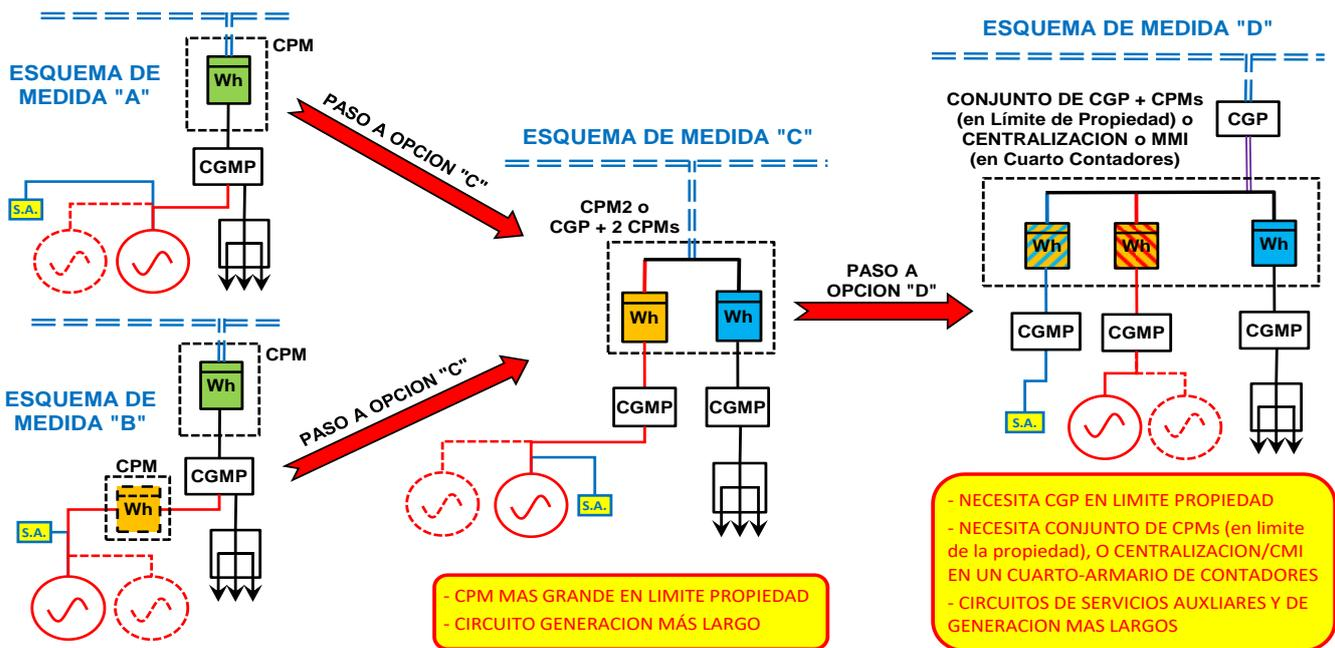

Figura 1. Implicaciones de optar por esquemas de medida C o D.
- En autoconsumos BT cuya proximidad sea total o parcialmente en “Red Interior” los esquemas de medida C y D son “opcionales”, exclusivamente a criterio del titular de la instalación, al esquema de medida A o B que les corresponde. Dichos esquemas C y D, al tratarse de 2 ó 3 medidas en “Paralelo” en la frontera (instalaciones de enlace), implican su instalación en un Punto de Medida que sea directa y permanentemente accesible desde la vía pública para el personal de UFD, lo que complica y encarece bastante las instalaciones de enlace (más puntos de medida y circuitos más largos), tal como se indica a modo de ejemplo en la **Figura 1**: